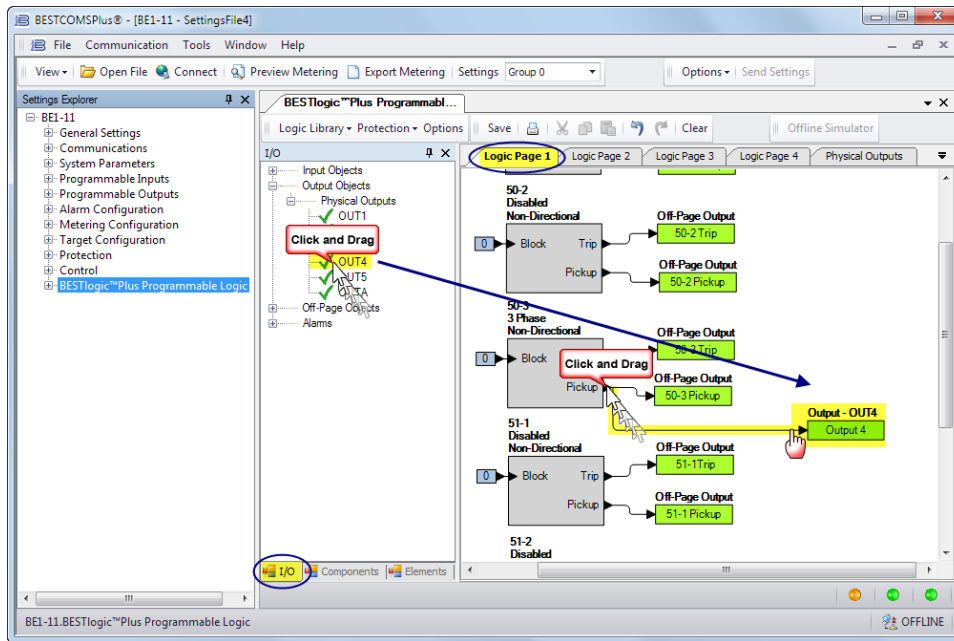

Figure 15. BESTlogicPlus Programmation de OUT4
Step 10: Dans cette étape, la sortie Enclenchement (Pickup) de l'élément 50-3 est connectée à la sortie 4 (Output 4). Lorsque la sortie Enclenchement (Pickup) de l'élément 50-3 est définie sur vrai, la désignation de la sortie 4 s'affiche dans le rapport de défaut et/ou de séquence des événements. La désignation est saisie à l'étape 12. Cliquez sur l'onglet Page logique 1 (Logic Page 1) et cliquez ensuite sur l'onglet E/S (I/O) au bas de l'écran. Développez le menu Objets de sortie (Output Objects), puis le menu Sorties physiques (Physical Outputs). Cliquez et faites glisser OUT4 vers le diagramme logique. Cliquez sur la sortie Enclenchement (Pickup) de l'élément 50-3 et faites-la glisser vers l'entrée de OUT4 pour établir une connexion. Reportez-vous à la Figure 15.